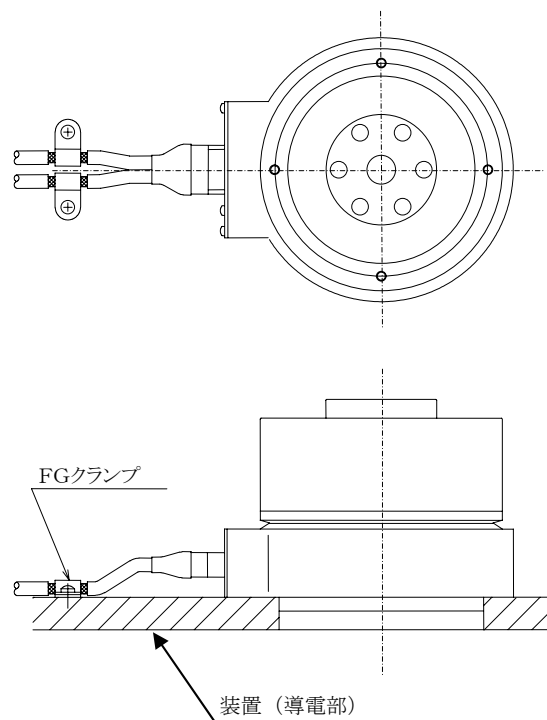

図13.5 アクチュエータ側の接地例
- 表13. 5に、ドライバの定格入力電流を示します。L1, L2, L3, ④に接続する電線は、2. 0mm2または2. 5mm2のPVC(ポリ塩化ビニール)電線または、それと同等以上の許容電流値をもつ絶縁被服の電線をご使用ください。
- アクチュエータ側でも、なるべくアクチュエータの近くで、モータおよびレゾルバケーブルの被覆を剥ぎ取り、シールド部を装置へ接続しアースを取ってください。(図13.5参照)